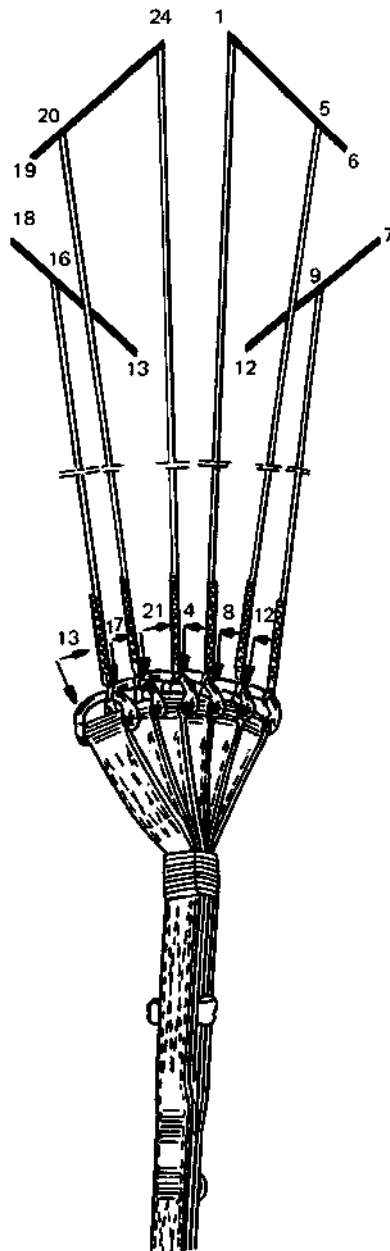

Fig. 4.15 - Échange de la sangle d'éjection
- fixer les manilles sur les élévateurs conformément au schéma de la figure 4.15.